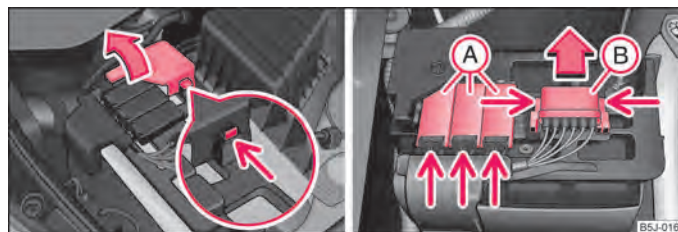

Abb. 155 Batterie: Aufklappen der Pluspol-Abdeckung / Sicherungsdeckel
- Klappen Sie die Pluspol-Abdeckung (+) auf ⇒ Abb. 155 - links.
- Drücken Sie auf die Verrastungen der Sicherungsabdeckungen (A) ⇒ Abb. 155 rechts und klappen Sie die Abdeckungen auf.
- Drücken Sie die Verrastungen der Sicherungsabdeckung (B) gleichzeitig zusammen und schieben Sie die Abdeckung in Pfeilrichtung heraus.
- Einige Fahrzeuge sind nur mit der Abdeckung **(B)** ausgestattet ⇒ **Abb. 155** rechts.